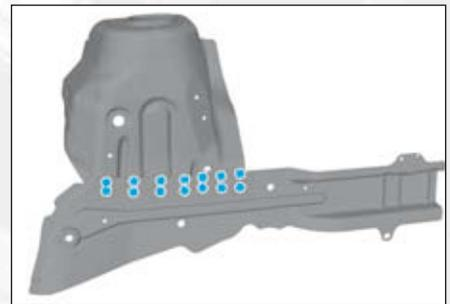

FIG.31
- Dépointer sur la pièce neuve les 12 points électriques (Fig.31).